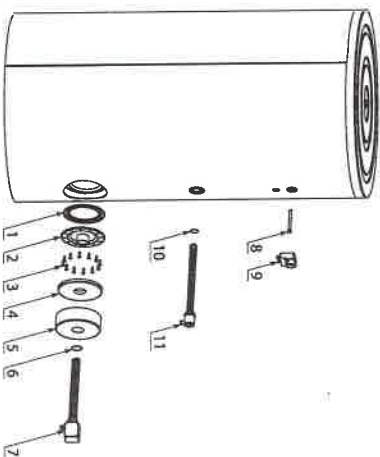

Fig 3
1.2. Cerințe pentru montaj – Fig.3